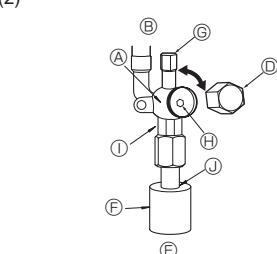

Fig. 4-6
- (1) Сторона с газом RP100-250 (Fig. 4-6)
- ① Снимите колпачок, потяните ручку на себя и поверните на 1/4 оборота против часовой стрелки для открытия.
- ② Убедитесь в том, что запорный кран полностью открыт, надавите на ручку и поверните колпачок в первоначальное положение.